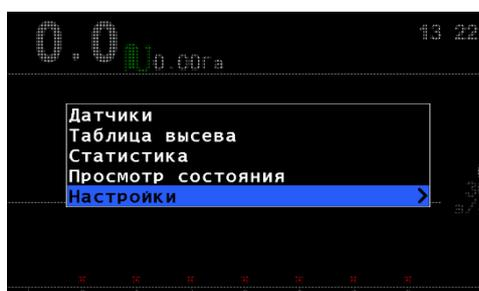

РИСУНОК 51
4. Кнопками  «Вверх» и  «Вниз» выбрать пункт меню «Настройки» (см. «Рисунок 51») и нажать  «Меню».